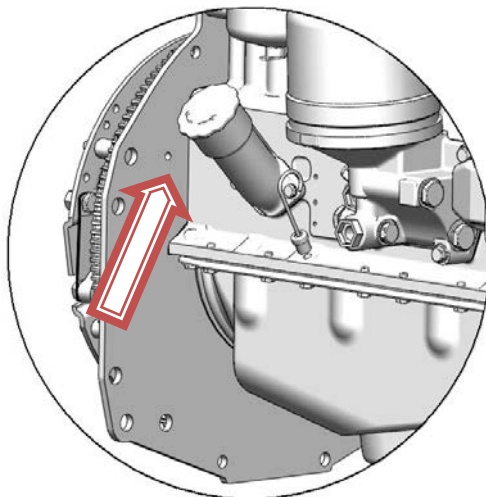

Рисунок 3.20 – Место установки фиксатора.
– выверните фиксатор (место установки рисунок 3.20) из резьбового отверстия заднего листа и вставьте его обратной стороной в то же отверстие до упора в маховик, при этом фиксатор должен совпадать с отверстием в маховике (это значит, что поршень первого цилиндра установлен в положение, соответствующее установочному углу опережения впрыска топлива).